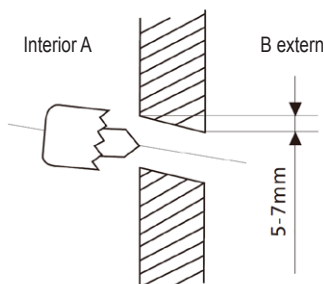

fig. 11 -
5. Realizați un orificiu de $\varnothing 65$ mm (sau $\varnothing 90$ mm în funcție de model) în perete ("fig. 11 -"), ușor în jos spre exterior, începând să găuriți dintr-o parte a peretelui (A) și terminând în partea opusă (B), pentru a evita spargerea nedorită ale peretelui.